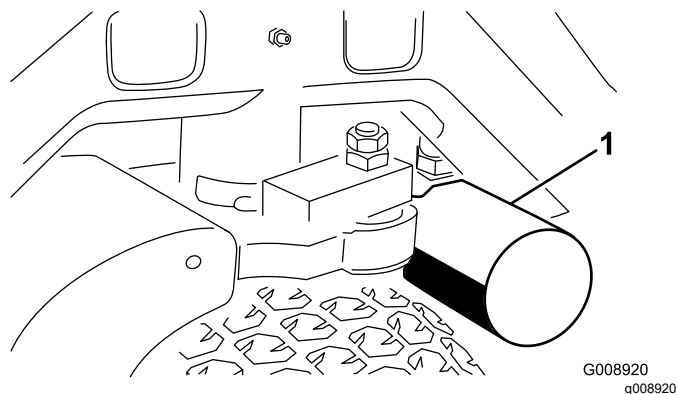
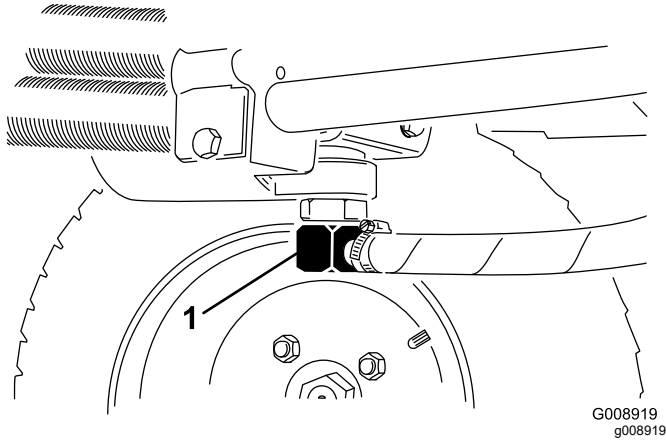

Figura 64
Figura 65
3. Pulite la superficie circostante il filtro. Collocate una bacinella di spurgo sotto il filtro (Figura 64), e togliete il filtro.
2. Scollegate il tubo idraulico (Figura 65) o togliete il filtro idraulico (Figura 64) e lasciate defluire il fluido idraulico in una bacinella. Quando il fluido idraulico cessa di defluire, montate il tubo idraulico.